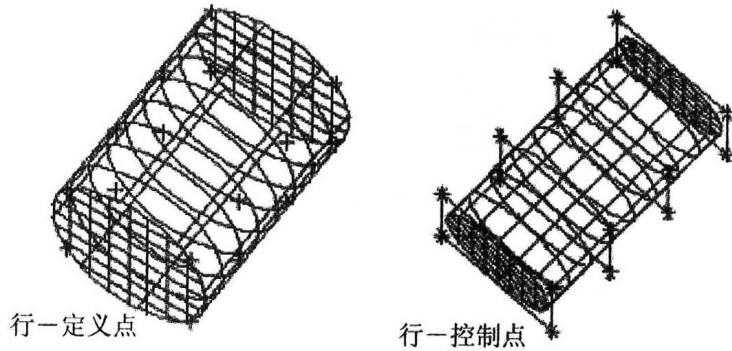

图 1.6 行闭合形式构面
- **Rows(行)**: 定义点或控制点的第一行变为最后一行，如图 1.6 所示。